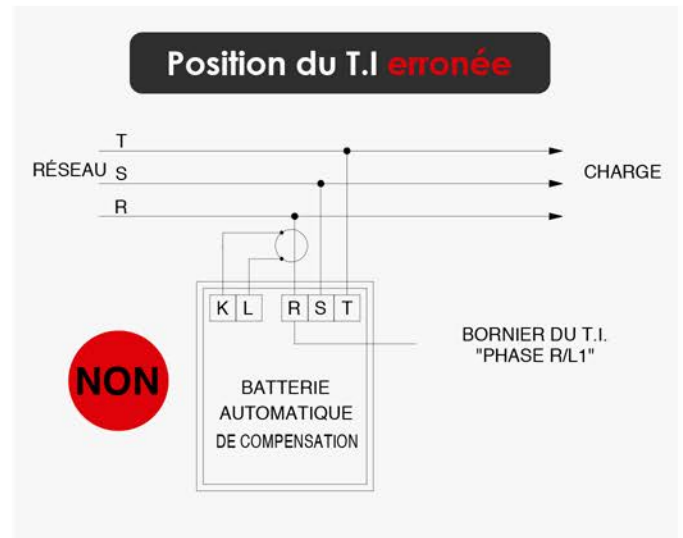

Figure 2
Avec le régulateur installé correctement, l'appareil branche et débranche automatiquement les différentes batteries de condensateurs en fonction de la charge; dans ce cas le nombre des batteries branchées est signalé par l'allumage des leds STEP présents sur le régulateur de la puissance réactive. L'insertion manuelle peut être effectuée par moyen du régulateur. Si, pendant la première mise en service, le régulateur de la puissance réactive devrait indiquer des cosinus capacitifs sans qu' aucune batterie ait été inserée, cela implique que le le branchement du transformateur ampèremétrique T.I. a été mal monté sur la phase erronée (voir fig. 2,3 et 4). Pour éviter que les limites de surtempérature à l'intérieur de l'appareil soient dépassées, par moyen du régulateur de la puissance réactive, le ventilateur démarre lorsque la température dépasse 35°C. Lorsque la température retourne dessous 35°C (notamment 28°C) le ventilateur est arrêté. Si, même avec l'intervention du ventilateur, la température intérieure de l'appareil monte à 55°C, après avoir débranché les batteries, une alarme s'active avec signalisation à distance. Dans le cas où l'appareil est équipé d'un module de contrôle et protection SPC2 (optionel), la ventilation et la signalisation d'alarme relative est commandée par module SPC2. Dans les armoires de types S la ventilation est naturelle.
- Transformateur ampèremétrique branché sur les câbles d'alimentation de la batterie de compensation (voir figure 2).